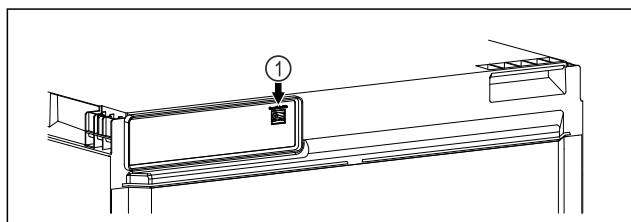

Fig. 26
- ☐ SmartModule Fig. 26 (1) è inserito.